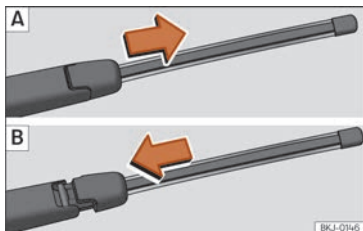

Fig. 44 Retirar e colocar a escova do limpador de vidro traseiro.
- Deslize o adaptador da escova na direção da seta e retire a escova » **Fig. 44** A.
- Coloque uma escova nova, **do mesmo comprimento e tipo**, tal como se indica na » **Fig. 44** B e deslize o adaptador até encaixar.